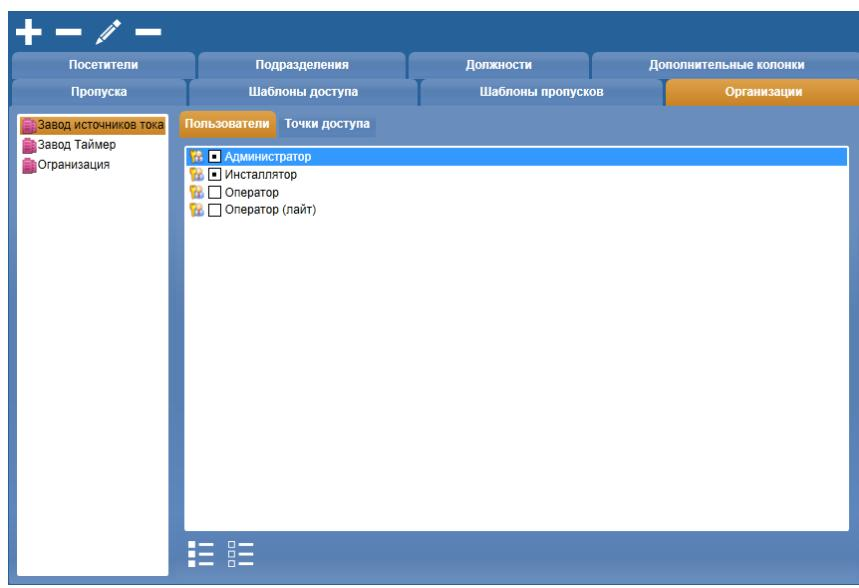

Рисунок 3. Вкладка **Пользователи** для выбранной организации
- 2) На панели справа на вкладке **Пользователи** (Рис. 3) выделить пользователей, которые должны иметь право работать с выбранной организацией и снять выделения с пользователей, которые не должны иметь таких